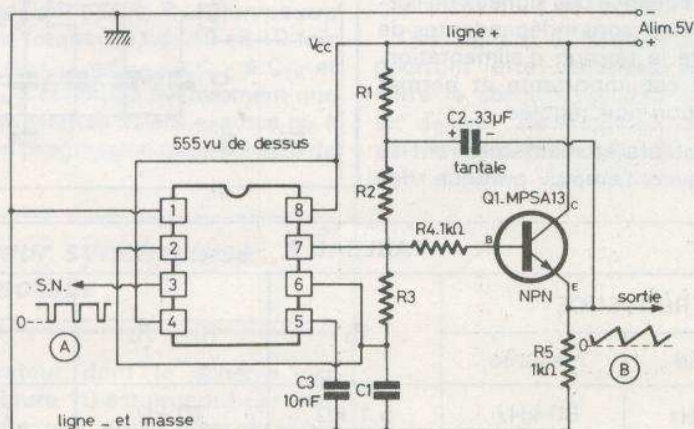
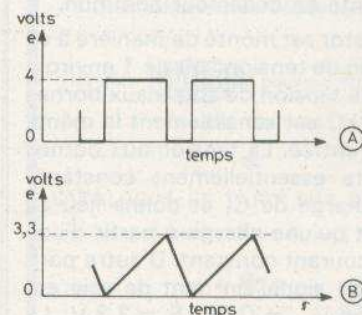
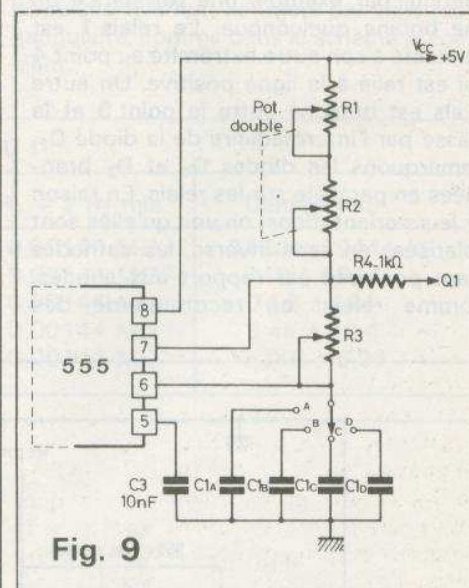
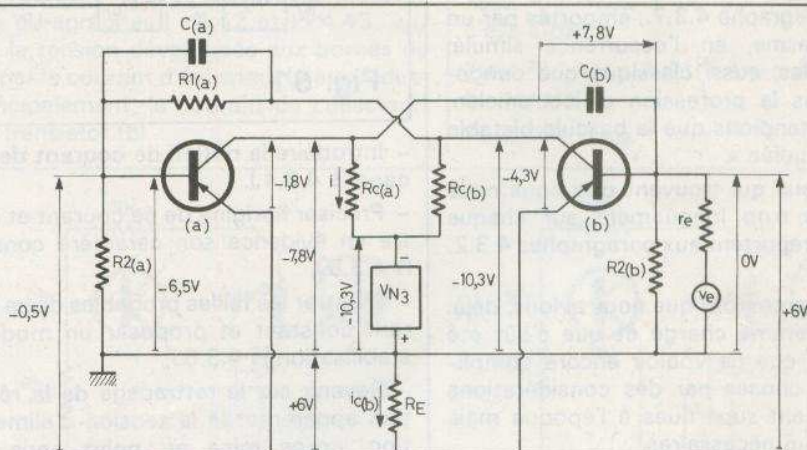

Fig. 7
Fig. 8
Fig. 9
Fig. 59
teur du transistor Q_1 , NPN des signaux en dents de scie (voir fig. 7). Leurs amplitudes sont 4 V et 3,3 V respectivement comme indiqué à la figure 8. Ce générateur a été proposé par Franck Cicchiello dans Electronics du 18 mars 1976. Une des qualités de ce générateur est sa stabilité en fonction de la température et son alimentation à tension réduite, de 5 V seulement.
La plupart des valeurs sont indiquées sur le schéma de la figure 7. Voici comment déterminer les valeurs non indiquées. En premier lieu on consultera le tableau II qui donne les valeurs de résistances R_1 , R_2 , R_3 et du condensateur C_1 en fonction de la fréquence f qui est la même pour les deux signaux de sortie, celui à impulsions et celui en dents de scie à la sortie de Q_1 (tableau II).
Il sera toutefois nécessaire de choisir des valeurs des éléments telles que les conditions (1) à (6) soient respectées. La modification du schéma de la figure 7 est indiquée à la figure 9. A remarquer que R_1 étant toujours égale à R_2 il est tout indiqué d'utiliser un potentiomètre double à deux éléments égaux branchés de manière à ce que leurs résistances en service restent toujours égales. On adoptera $R_1 = R_2 = 1 \text{ M}\Omega$ potentiomètre logarithmique. R_3 sera également à variation logarithmique de $10 \text{ k}\Omega$.
Quand la bascule monostable prend la forme du schéma de la **figure 59**, il n'est guère besoin d'explications si l'on se souvient des **figures 9 et 14** (schémas à source auxiliaire V_{N2}) et de ce qui a été dit sur le même sujet pour la bascule bistable (**fig. 50**).
A noter, pour les **figures 9 et 14**, que celles-ci s'inscrivaient dans un cadre comprenant six figures... dont les numéros ont été oubliés !
Il est visible que, mis en présence de la **figure 59**, on peut, par exemple, s'intéresser à l'état possible du transistor (b).
Toutes les tensions de la bascule monostable, dans cet état, sont portées sur le schéma de la figure 59. En y regardant de près, on y trouve toutes les tensions connues :
toutes tensions que l'on trouvait, déjà, dans la figure 9. On découvre aussi, dans ce même schéma de la figure 59, des tensions qui semblent nouvelles : non pas $V_{N3} = -10,3$ V que nous avons déjà justifiée (voir 4.3.4.), mais aussi d'autres tensions qui en découlent et, pour cela, paraissent nouvelles, alors qu'il ne s'agit que des conséquences du remplacement de la source auxiliaire V_{N2} par la tension $V_{RE} = R_E \times i_E (= 6$ V) développée aux bornes de la résistance commune aux deux émetteurs.